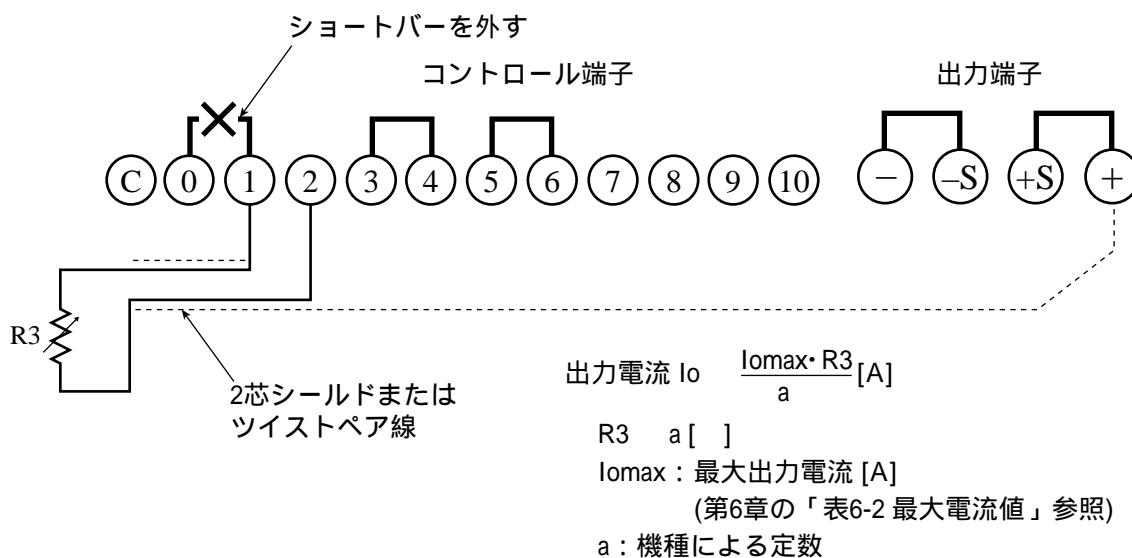

図 4-11 外部抵抗による出力電圧コントロールの接続
2. 図4-11のようにコントロール端子の0と1間のショートバーを外します。
3. コントロール端子の1と2間に外部抵抗 (R3) を図4-11のように接続します。